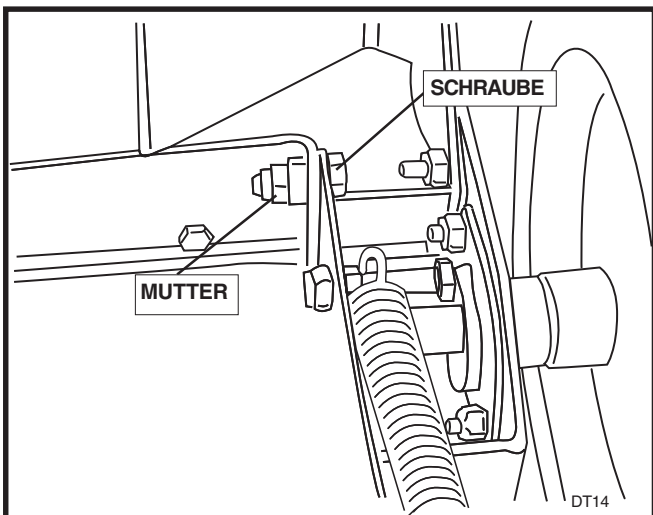

ABBILDUNG 7
18. Bringen Sie das Sicherheitsblech in Position und setzen Sie die Scharnierschrauben ein. Schrauben NICHT festziehen, mindestens 1,5 mm Raum lassen. Schrauben Sie die Mutter auf die Schraube. Siehe Abbildung 7.